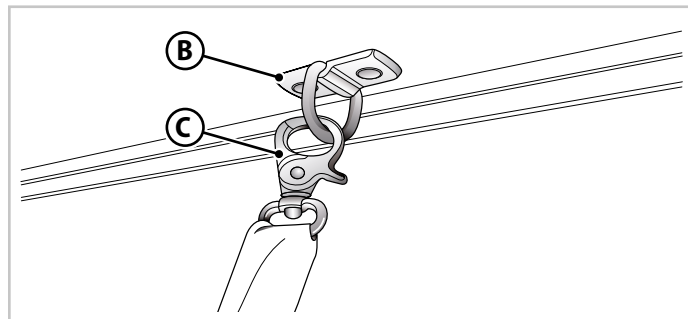
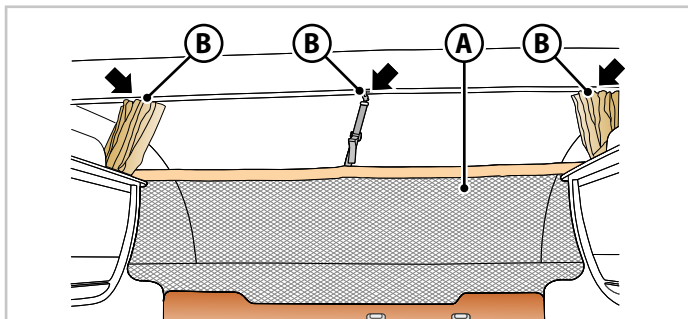

Fig.6.19 - Gancho red de protección
Fig.6.18 - Red de protección de la cama basculante
- Fije la red de protección (A - Fig.6.18) con los ganchos (B - Fig.6.18 y Fig.6.19) en los anillos (C - Fig.6.19).